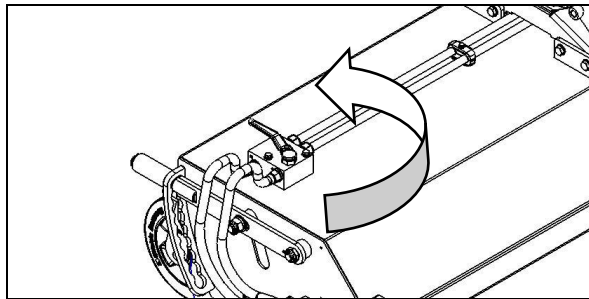

Fig. 4.9
- Absperrhahn zum Hydraulikmotor des Seitenkehrbesens (Fig. 4.9)